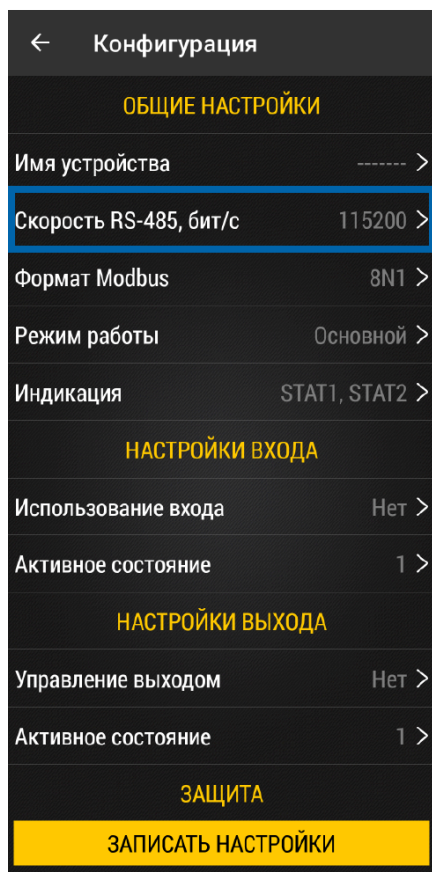
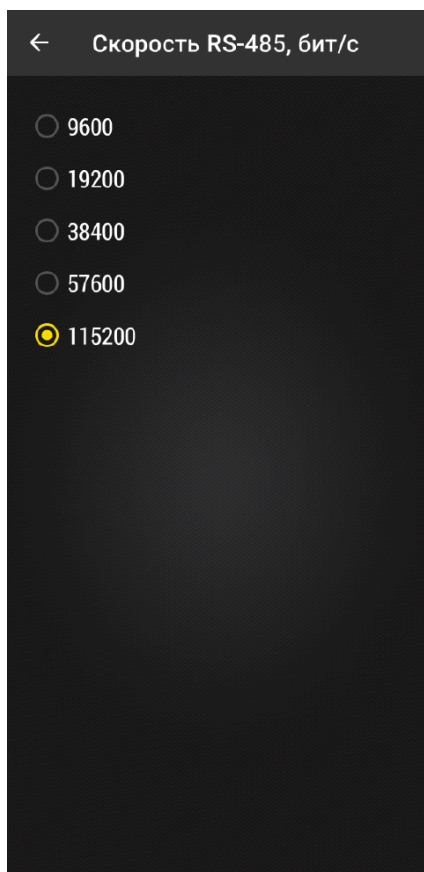

Рис.4. Меню «Конфигурация»
Рис.5. Выбор скорости по RS-485
4. Нажмите на строку «**Скорость RS-485, бит/с**» (**Рис.4**) и на открывшемся экране выберите вариант **115200** (**Рис.5**).